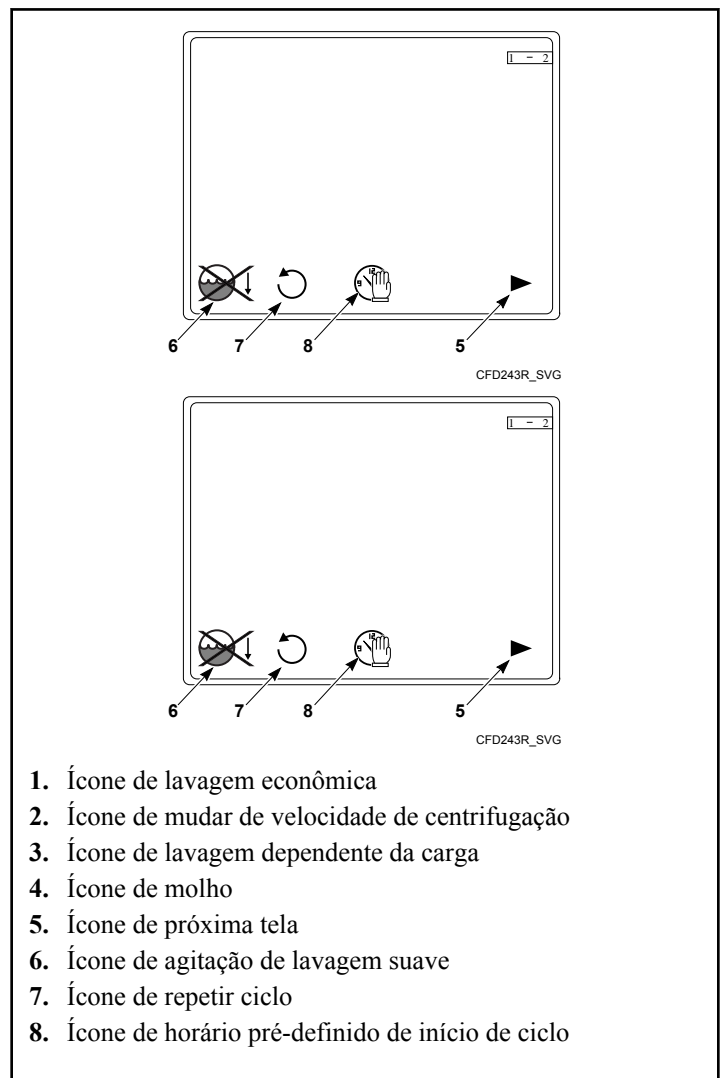
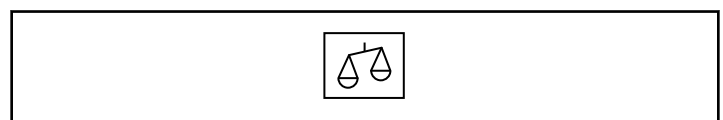
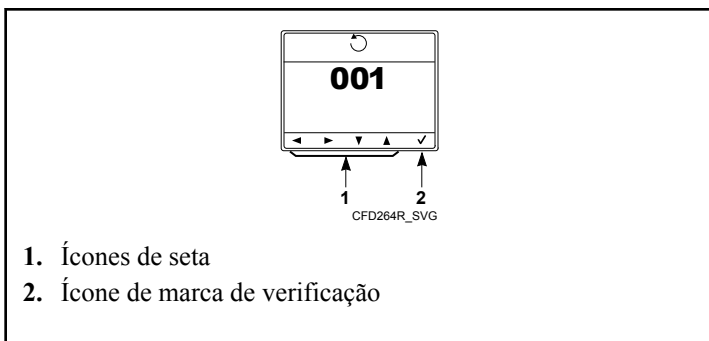

Figura 20
Figura 27
Figura 38
É exibido o Menu Funções. Consulte a *Figura 20*.
1. Aperte a tecla debaixo do ícone Lavagem dependente da carga. Consulte a *Figura 20* . Aparece o ícone Lavagem dependente da carga. Consulte a *Figura 27* .
1. Aperte a tecla debaixo do ícone de Molho. Consulte a *Figura 20* . Aparece a tela de Molho. Consulte a *Figura 32* .
6. Para modificar o tempo de molho, aperte a tecla debaixo do ícone de tempo de molho. Consulte a *Figura 20* . Aparece a tela de tempo de molho. Consulte a *Figura 35* .
1. Aperte a tecla debaixo do ícone Agitação de lavagem suave. Consulte a *Figura 20* . Quando a opção estiver desligada, aparecerá um "X" acima do ícone. Quando a opção estiver ligada, não haverá nenhum "X" acima do ícone. Consulte a *Figura 36* .
1. Aperte a tecla debaixo do ícone Repetir ciclo. Consulte a *Figura 20* . Aparece a tela Repetir ciclo. Consulte a *Figura 38* .
2. Aperte as teclas debaixo dos ícones de seta para ajustar o número de repetições do ciclo. Consulte a *Figura 38* . Aperte as teclas debaixo dos ícones de seta para esquerda e para direita para selecionar um número. Aperte as teclas debaixo dos ícones de seta para cima e para baixo para ajustar o número selecionado.
3. Aperte a tecla debaixo do ícone de marca de verificação para confirmar a modificação do número de repetições do ciclo.. Consulte a *Figura 38* .